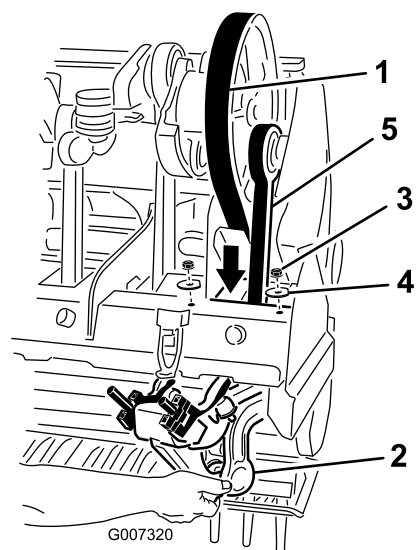

図 34
5. ロタリンク・ダンパを No. 1 ストンパ・アームのために固定しているロックナット（2個）とワッシャをゆるめて取り外す（図 34）。
7. コアリング・ヘッド・フレームの下から通して駆動ベルトを通し、No. 1 ストンパ・アームの下端に回し掛ける（図 34）。